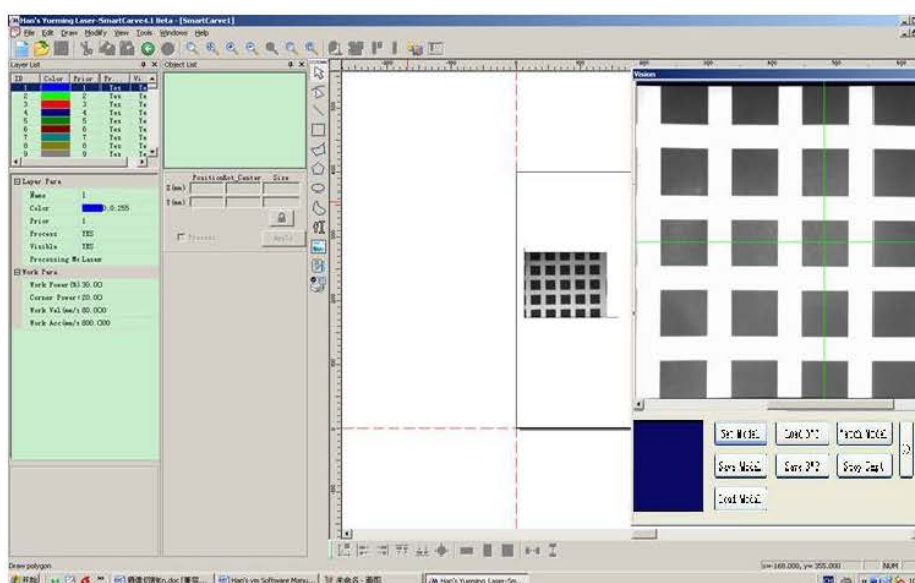

Fig. 3-45
- a) Após clicar no botão "Salvar", a interface principal exporta o modelo gráfico salvo automaticamente, como na Fig. 3-45.